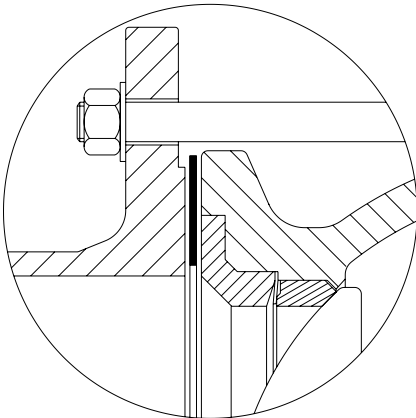

Fig.5-2 Packning
- Se till att ventil och packningar blir rätt centrerade och att rätt packningskvalitet används. Ventilens avstängningsfunktion är beroende av att packningen på inloppssidan överför trycket från anslutningsfläns till täckbricka (→ Fig.5-2).